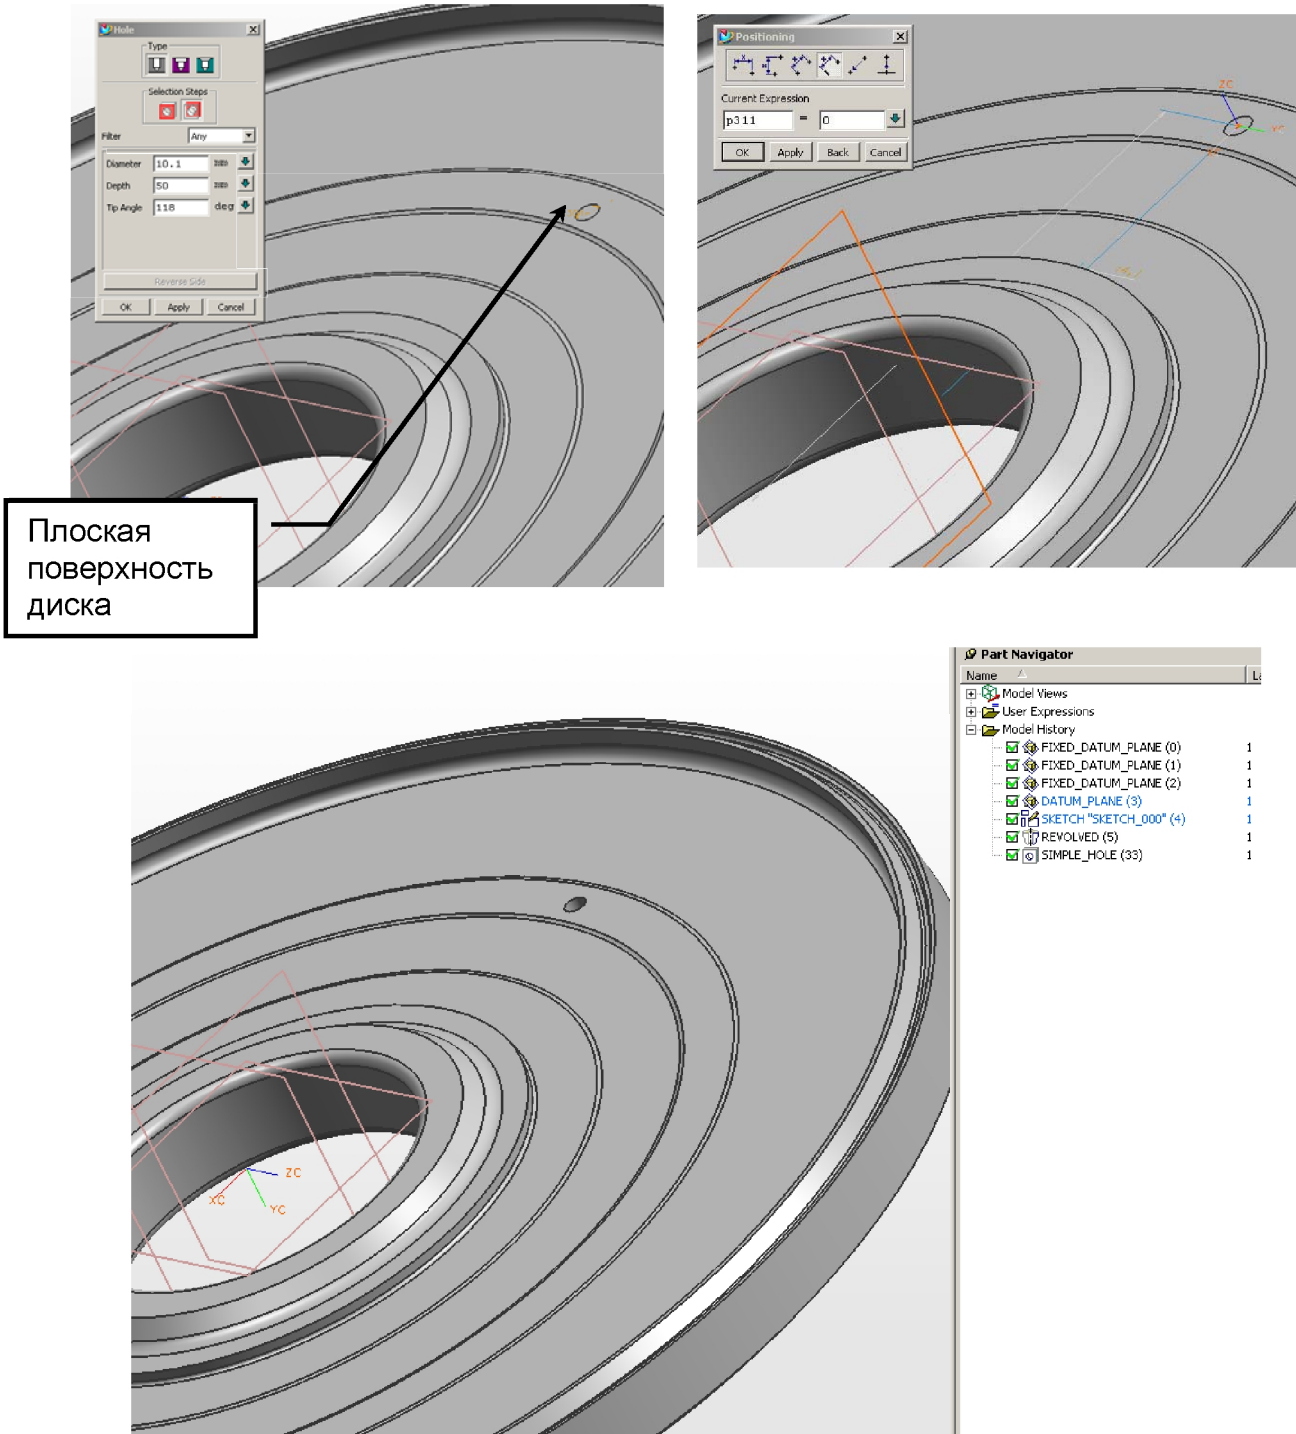

Рис. 37. Создание сквозного отверстия
7. Создайте отверстие диаметром 10.1 мм в диске: **Insert** → **Design Feature** → **Hole...** Укажите базовую плоскую поверхность диска, на которой будет создано отверстие, задайте диаметр 10.1 мм и нажмите кнопку **OK**. В появившемся меню **Positioning** воспользуйтесь опцией **Perpendicular** и задайте размеры: от горизонтальной плоскости - **Datum Plane** или оси диска до центра отверстия 210 мм (что соответствует диаметру 420 мм центров отверстий) и 0 мм от вертикальной **Datum Plane** до центра отверстия, нажмите **OK**. В результате получим сквозное отверстие диаметром 10.1 мм (Рис. 37).